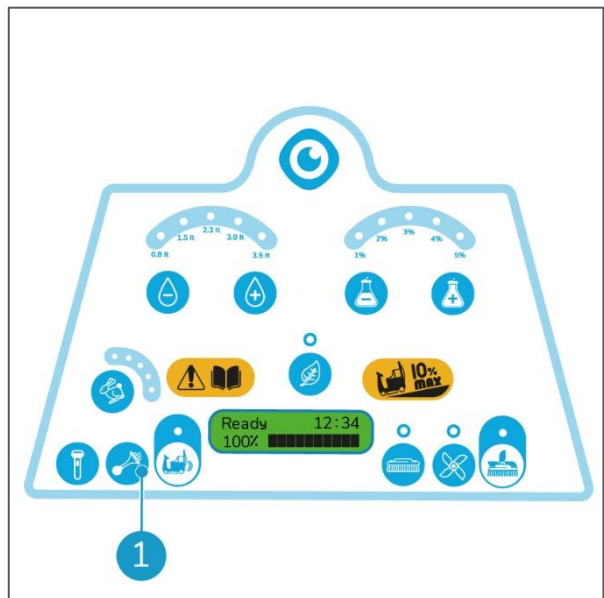

Figura 25
1. Premere il pulsante del clacson (Figura 25, pos 1) per suonare.